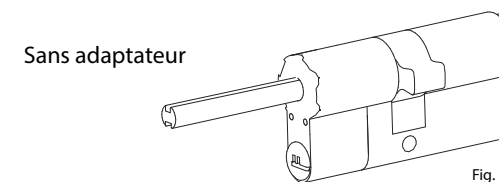

Fig. 5
- < 43 mm = Pas besoin d'adaptateur (Fig. 5)